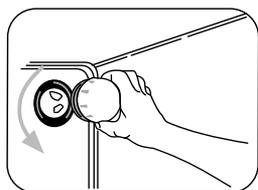

Figura 33
- Quite el vidrio que cubre la lámpara en la parte posterior del horno, girando en el sentido contrario a las manecillas del reloj. Figura 33.